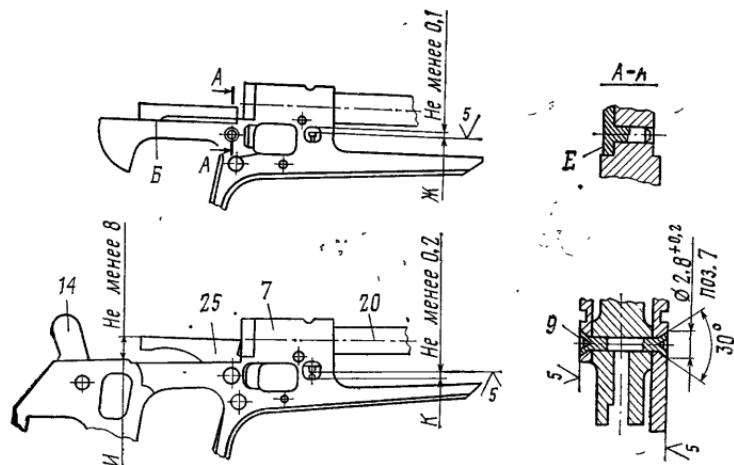

Рис. 40. Подгонка останова и постановка оси курка:
Выступание плоскости *E* (рис. 40) над рамкой не допускается, а утопание допускается.
Задний конец останова должен прилегать нижней плоскостью *B* к рамке, на остальных участках должны быть зазоры, при этом между передним концом останова и верхней стенкой гнезда рамки должен быть зазор (размер *Ж* на рис. 40) не менее 0,1 мм.
5.3. При зазоре *Ж* менее 0,1 мм опилить передний выступ останова по рис. 40.
5.4. Поднять вверх до отказа задний конец останова и проверить положение заднего конца останова над рамкой (размер *I* на рис. 40) и зазор между передним концом останова и нижней стенкой гнезда в рамке (размер *K* на рис. 40), который должен быть не менее 0,2 мм.
5.5. При зазоре *K* менее 0,2 мм опилить передний выступ останова по рис. 40.
12.5. Развалыевать оба конца оси курка по рис. 40, не прилагая значительных усилий, и зачистить заподлицо концы оси.